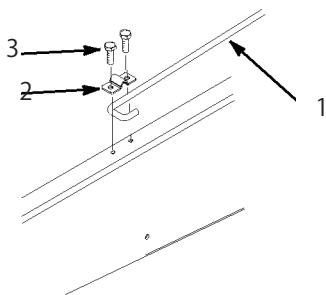

図12
6. 安全サポートのクリップをフレームに固定しているボルトをゆるめ、クリップの下側に安全サポートのJ型フックをはさむ（図12）。
7. クリップのボルトを締め、クリップのもう一方の穴に新しいボルト (5/16 x 3/4") を取り付けて固定する (図12)。